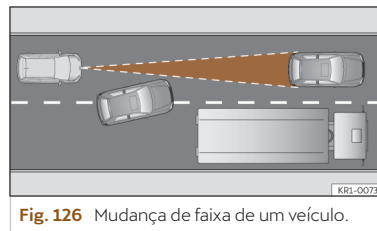

Fig. 126 Mudança de faixa de um veículo.
- Veículos que mudem para a faixa na qual circula a pouca distância do veículo >>> **Fig. 126.**